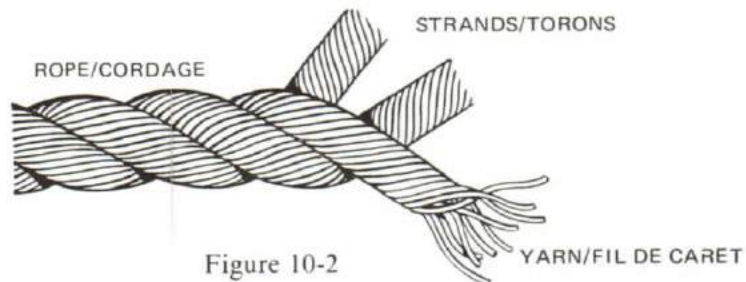

Figure 10-2
4. Finally two or more strands are twisted together to form a rope. See Figure 10-2. Rope may be left-hand (S) lay or right-hand (Z) lay, depending on the direction of the final twist. Most rope used in the sea environment is right-hand (Z) lay. See Figure 10-3. To determine the lay of a rope hold a section of it vertically in front of you. If the grooves between the strands run like the slant part of the letter "Z" it is right-hand lay. If the grooves run like the slant section of the letter "S" it is left-hand lay. The distance along the rope between any two consecutive corresponding points on the same strand is known as the "jaw" of the rope and gives a measure of the hardness of the lay.
4. Enfin, deux ou plusieurs torons sont torsadés ensemble pour former un cordage, c'est ce qu'on appelle le commettage (voir la figure 10-2). Le cordage peut être commis à gauche (S) ou à droite (Z), suivant le sens du commettage final. La plupart des cordages employés dans l'élément Mer sont commis à droite (Z) (voir la figure 10-3). Pour déterminer le commettage d'un cordage, placez-le devant vous à la verticale. Si les sillons entre les torons ressemblent à la partie diagonale de la lettre "Z", ils sont commis à droite. Si les sillons s'inclinent comme la partie diagonale de la lettre "S", ils sont commis à gauche. La distance longitudinale le long du cordage entre deux points consécutifs de passage du même toron s'appelle le pas de la corde qui donne une mesure de la dureté du tors.